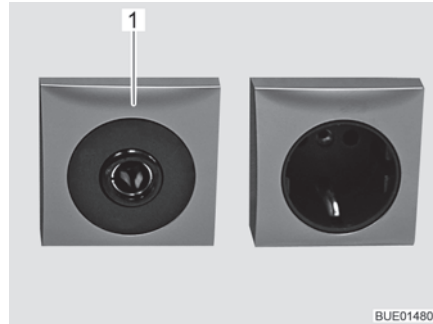

Fig. 116 Caja de enchufe 12 V/10 A
- ▷ Conectar únicamente aparatos con máximamente 10 A a las cajas de enchufe (Fig. 116,1) de la red de a bordo de 12 V.